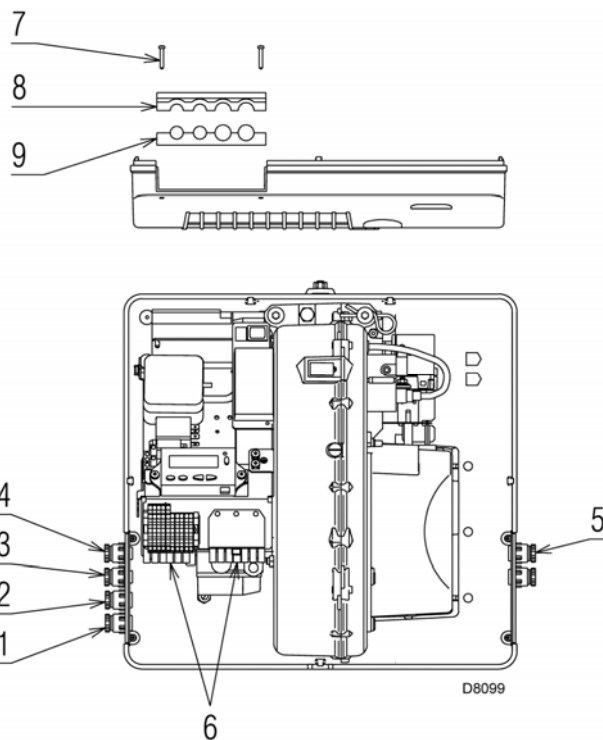

Рис. 21
Все провода, присоединяемые к штекерам (7) горелки, пропускаются через кабельные сальники, входящие в комплект поставки. Кабельные сальники вставляются в отверстия, присутствующие в пластине, справа или слева. Предварительно необходимо отвинтить винты (8), разъединить пластину на две части (9) и (10), вынуть оттуда тонкую плёнку, которая закрывает эти отверстия. Смотри рисунок 21.